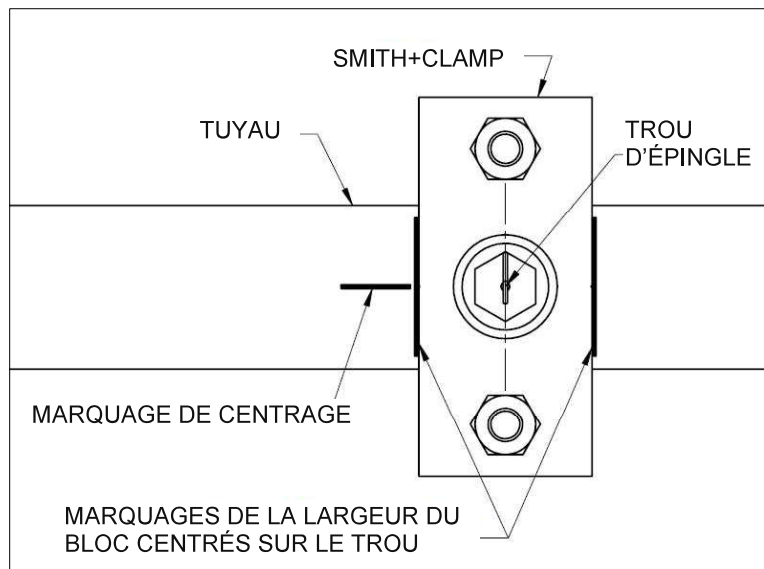

Figure 4
5. À l'aide des marquages et de la broche pilote pour localiser le trou d'épingle, faire glisser le collier Smith+Clamp PLIDCO sur la fuite jusqu'à l'emplacement approximatif du trou, comme indiqué en figure 4.